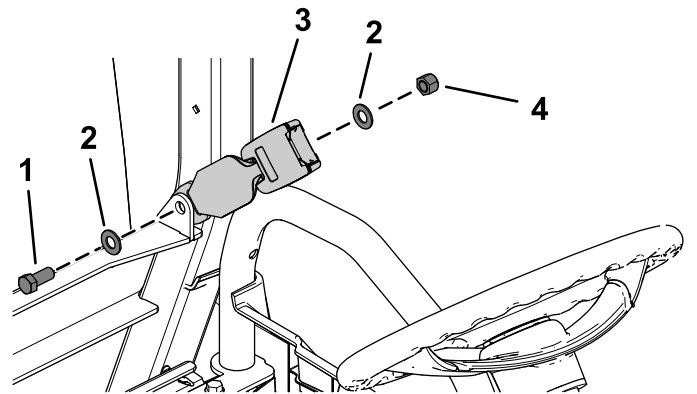

Figura 27
1. Instale un enganche de asiento con un perno de cabeza hexagonal (7/16" x 1"), 2 arandelas planas (7/16"), y una contratuercas (7/16"), según se muestra en Figura 27.